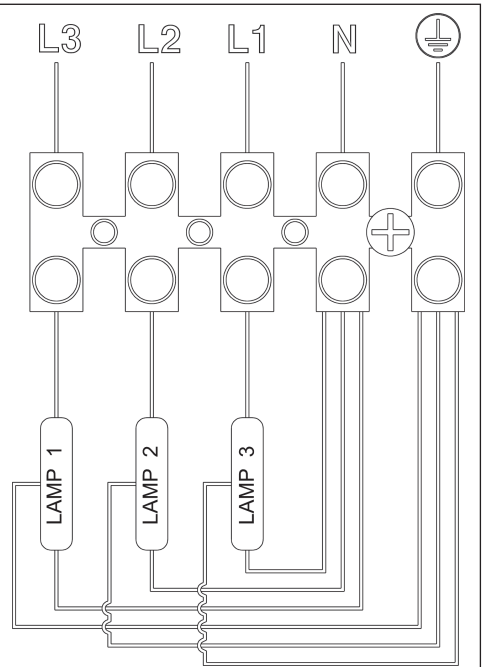

Рис. 8
- Чтобы осуществить трехфазное подключение, уберите провода А и соедините 3 фазы, 0 и "землю" к полюсам терминала соответственно отмеченные L3-L2-L1-N- (рис. 8). Используйте кабель H07RN-F 5x1 мм².